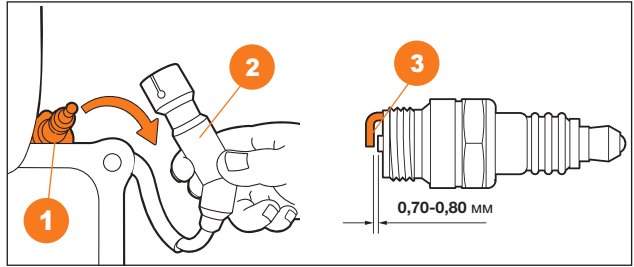

Рис. 22
1. Снимите высоковольтный колпачок **2** свечи зажигания **1** (Рис. 22).